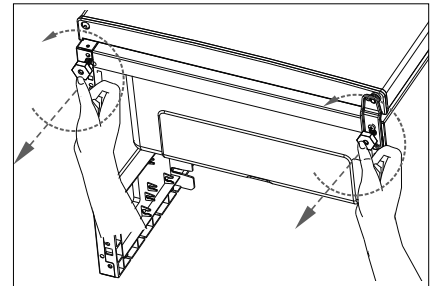

Abb. 1
- ▶ Den Temperaturregler (1) über Position 1 hinaus kurzzeitig auf Position ● drehen. Ein Klicken ist zu hören. Das Gerät schaltet ab. Ein Klicken ist zu hören. Das Gerät schaltet ab. Ziehen Sie den Netzstecker (8) aus der Steckdose.
- ▶ Entnehmen Sie die Gefrierschubladen (9) und die Glaseinlegeböden (2/3) wie im folgenden Kapitel beschrieben.
- ▶ Drehen Sie beide Gerätefüße (7) gegen den Uhrzeigersinn heraus (Abb. 1).
- ▶ Halten Sie die Gefrierraumtür (4) geschlossen.